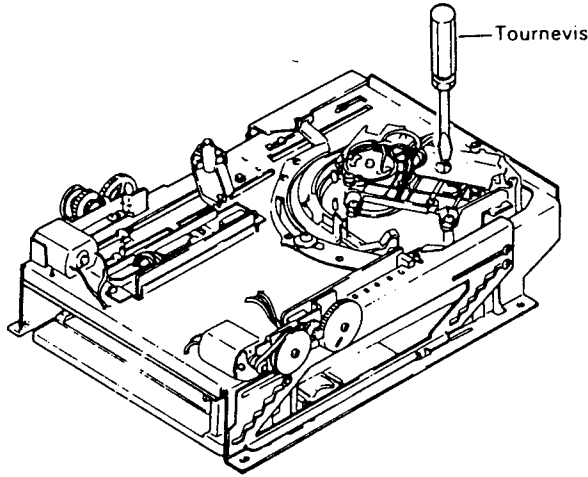

Fig. 9-2
- Introduire le tournevis (—) dans le trou de réglage depuis la partie supérieure du mécanisme, comme illustré à la figure 9-2, puis vérifier que la vis de réseau tourne.